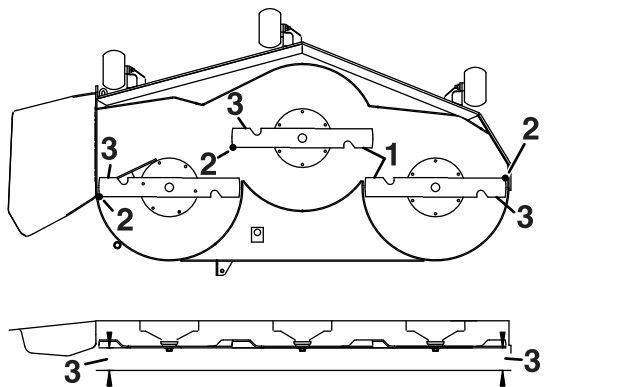

Figura 71
5. Măsurați între marginile de tăiere exterioare și suprafața plană (Figura 71).